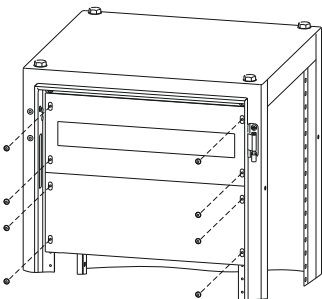

Рисунок 27
19.1 Приложите панель (панели) к вертикальным уголкам рамы под панели ЛГ/ЛМА на нужной высоте и закрепите четырьмя винтами М6×8 (рисунок 27). Используя панели различных высот, можно произвести закрытие всего проёма корпуса.